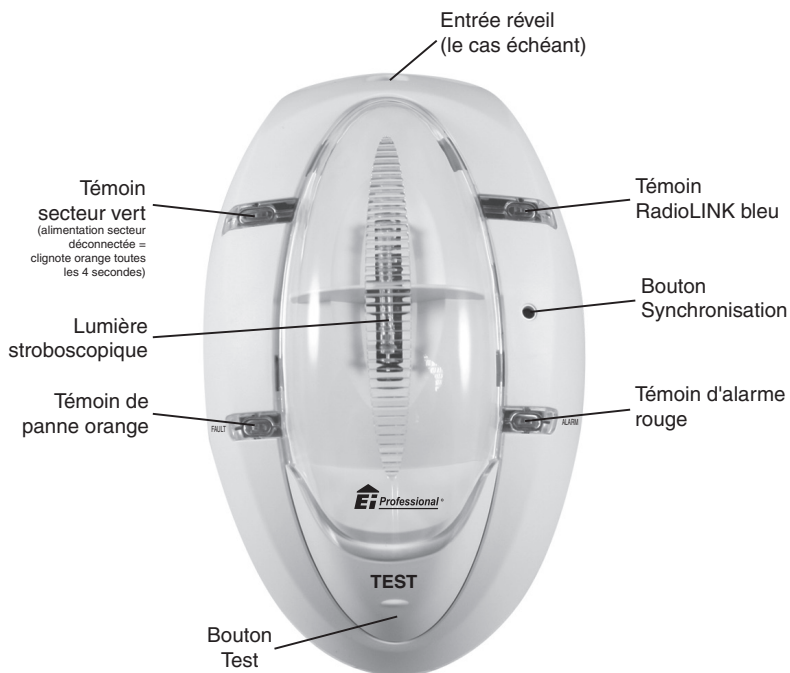

Figure 4
3.1.2 Appuyez sur le bouton Synchronisation de chacune des unités (voir leurs modes d'emploi respectifs pour connaître l'emplacement du bouton). Sur le module stroboscope, vous devez utiliser un tournevis (ou un outil similaire dont le diamètre à l'extrémité est inférieur ou égal à 3 mm) pour appuyer sur le bouton Synchronisation, logé dans l'orifice situé au sommet de l'unité (voir figure 4).
Contrôlez l'état des témoins du module stroboscope comme suit (voir figure 4).
Prise "Entrée réveil" : Il est possible de connecter un signal de réveil (avec sortie 5 à 24 V CA ou CC, isolé électriquement de l'alimentation secteur) à cette prise d'entrée à l'aide d'une fiche mâle mono de 3,5 mm (voir figure 4). Lorsque le réveil se déclenche, le coussin vibrant s'active en continu (pas par pulsations) pour réveiller la personne, mais la lumière stroboscopique et les sorties auxiliaires restent inactives. L'utilisateur sait ainsi qu'il s'agit d'un signal de réveil et non pas d'une alarme incendie. Cette option lui permet donc d'utiliser le même coussin vibrant pour les deux fonctions.